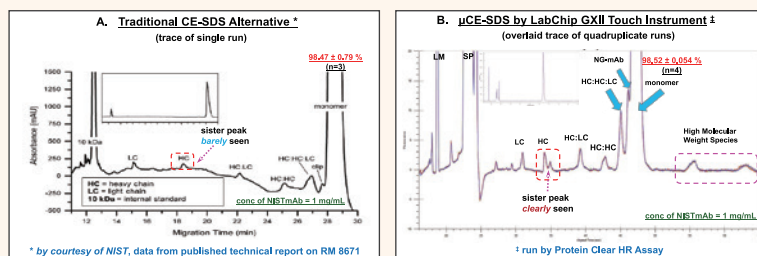
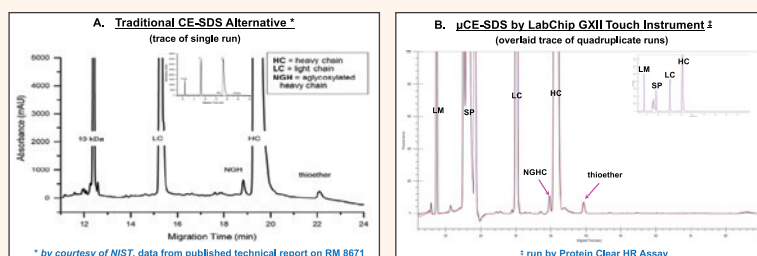

图6. 非还原NISTmAb 谱图比较, (A) 传统CE-SDS方法; (B) μ CE-SDS方法
图7. 还原NISTmAb 谱图比较, (A) 传统CE-SDS方法; (B) μ CE-SDS方法
右图分别为NISTmAb使用传统CE-SDS方法和微流控CE-SDS方法 (μ CE-SDS) 进行非还原样品分析 (图6), 以及还原样品分析 (图7) 的图谱比较。如图所示, 非还原和还原样品的各个主要片段条带, 两种方法均能较好地检测和标识出来。但值得注意的是, 在非还原样品的检测中, 微流控CE-SDS方法可以清楚地分辨出重链 (HC) 有两个条带, 这可能是由于有多种构型导致的, 而在传统CE-SDS平台上未能分离检测出这个条带。同时从图中可以看出, 微流控CE-SDS检测的基线更加平滑, 有利于更好地识别样品峰和更加准确的峰面积积分。另外, 采用LabChip GXII Touch系统 (μ CE-SDS), 每个样品只需要65秒就可以完成蛋白的表征分析, 而采用传统的CE-SDS方法, 每个样品至少需要24到30分钟。